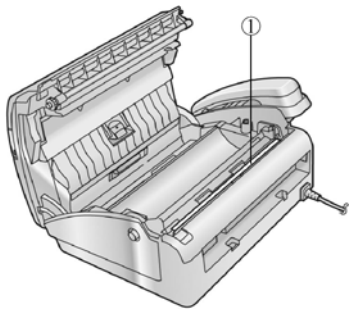

图 3-23 热敏头位置
③ 使用蘸有异丙基外用酒精的布清洁热敏头（①），如图 3-23 所示，然后让所有部件完全干燥。